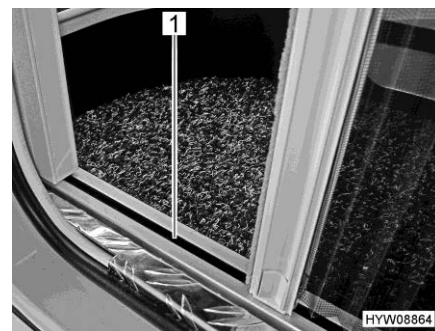

Fig. 58 Protezione contro gli insetti (guida inferiore)
- ▷ Durante l'apertura e la chiusura, afferrare la barra di presa con entrambe le mani. In questo modo è possibile limitare la possibilità che la protezione contro gli insetti si inceppi nelle guide (Fig. 58,1).